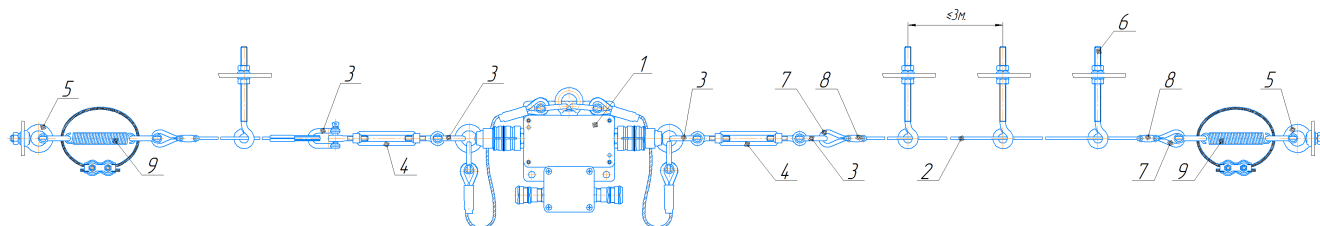

Рисунок.3 Установка тросового выключателя на объекте.
7.2. Выключатели АТВ-7702 (поз.1) (см. рис.3) установить на ставе конвейера. Рекомендуемое расстояние между выключателями при горизонтальном расположении конвейера – не более 100 м, при наклонном – не более 80 м.